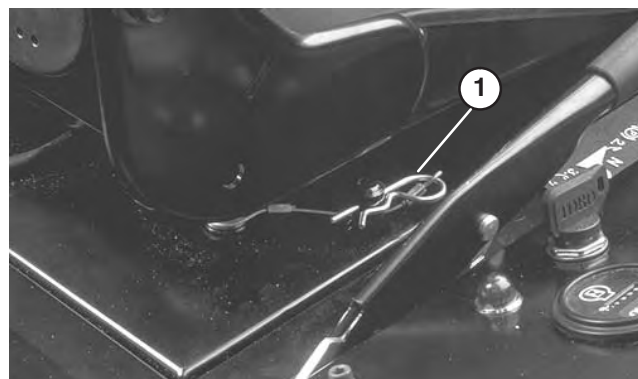

Figure 17
1. Enlevez la goupille de retenue de la béquille de support du siège (Fig. 17).